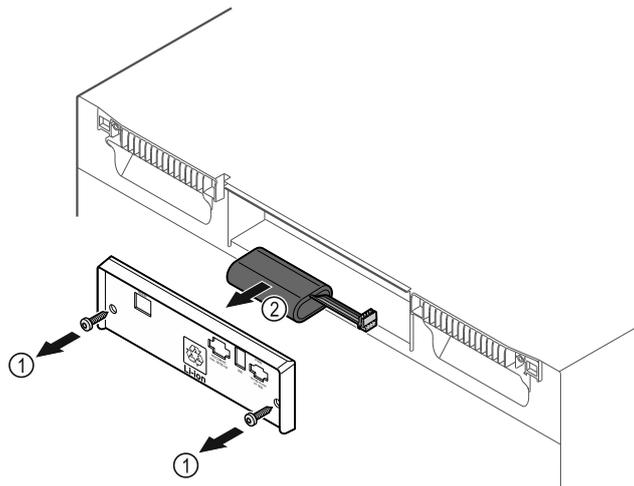

Fig. 235
- ▶ Vyskrutkujte skrutky a odstráňte kryt na zadnej strane zariadenia Fig. 235 (1).
- ▶ Odpojte a vyberte batériu Fig. 235 (2).